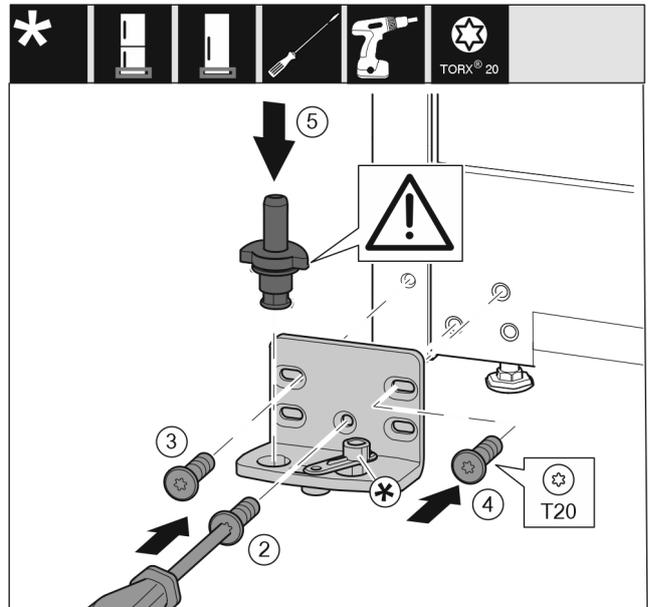

Fig. 16
- ▶ 将托架安装到另一侧，并借助螺丝刀旋紧。用螺钉 Fig. 16 (2)从底部的中心开始。
- ▶ 拧紧螺钉 Fig. 16 (3)和螺钉 Fig. 16 (4)。
- ▶ 将轴承螺栓 Fig. 16 (5)完全装入。同时注意止动凸轮需指向后方。